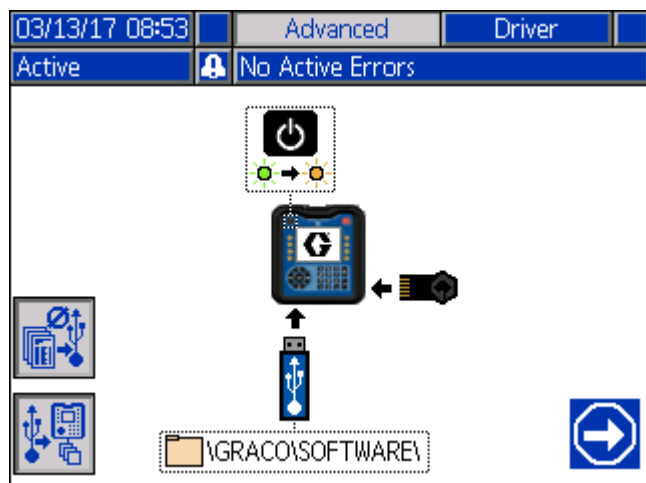

ABB. 7: Startbildschirm der Softwareaktualisierung
Drücken Sie den Softkey (A) neben dem  Symbol auf dem Bildschirm „Systemsoftware“, um den Vorgang zu starten. Folgen Sie dann den Bildschirmanweisungen auf dem Startbildschirm der Softwareaktualisierung, siehe **Abbildung 7**.